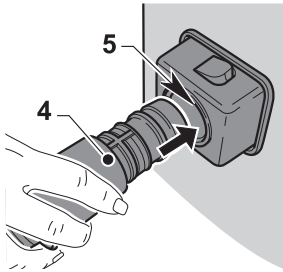

Fig. 4
- Вставить до ограничителя муфту (4 Рис. 4) всасывающего шланга в патрубок (5 Рис. 4), расположенный на баке.
- Чтобы освободить рукав (4 Рис. 4) нажмите и удерживайте кнопку (6 Рис. 4),
затем потяните гильза (4 Рис. 4).